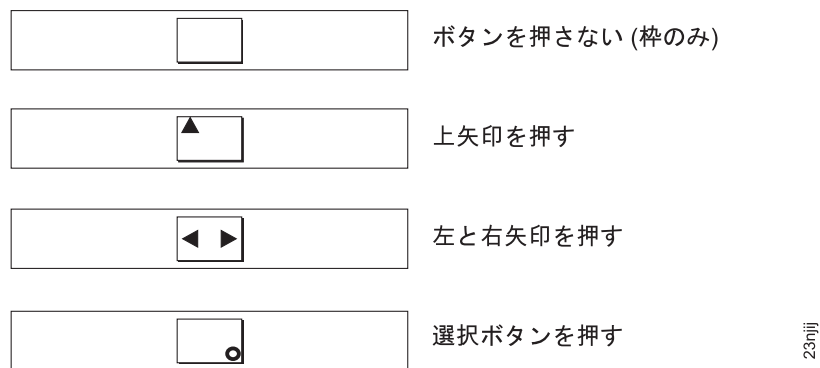

図 48. プッシュボタンを押した場合のフロント・パネル・ディスプレイ
3. 上移動、下移動、左移動、右移動の各ボタンを押して、それらが作動していることを確認します。図 48 では、ボタンを押したときにフロント・パネルに表示される 4 つの例を示しています。ボタンのテストが完了したら、選択ボタンを 5 秒間押し続けて、テストを終了します。